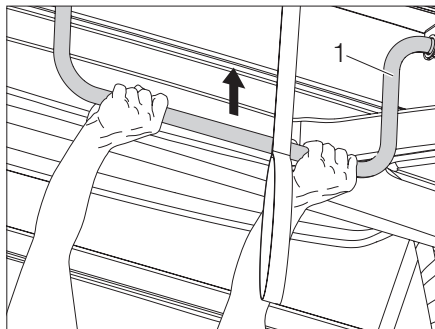

Fig. 35 Levantar el techo elevable
- ▶ Presionar el techo elevable hacia arriba en el soporte (Fig. 35,1).